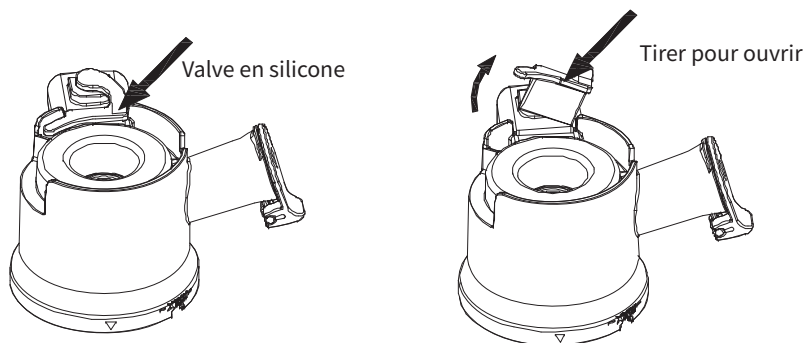

Fig 11
2. S'il reste des résidus dans l'embouchure du bec verseur, retirez la valve en silicone comme indiqué sur la figure 11 ci-dessous et nettoyez-la à l'eau courante.